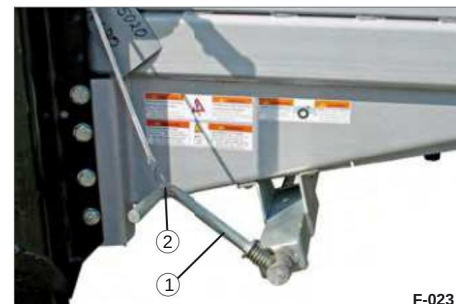

Fig. 48 Spindelparkeringsbremse sikret
• Skub sikkerhedslåsens krog fastgørelse af rebet (fig. 48/2) via håndsvinget (fig. 48/1).